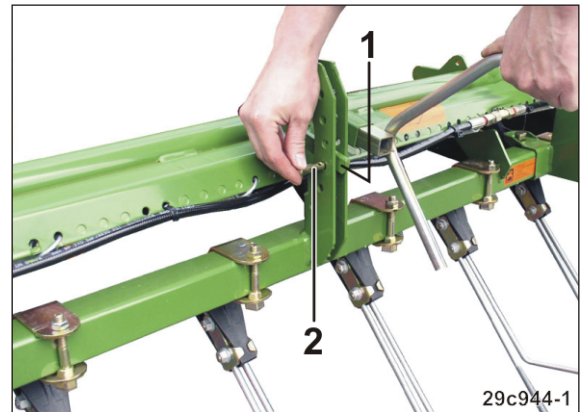

Fig. 97
2. Spænd grebet (Fig. 97/1) med prøvehåndsvinget.
3. Sæt bolten (Fig. 97/2) i en boring under grebet.